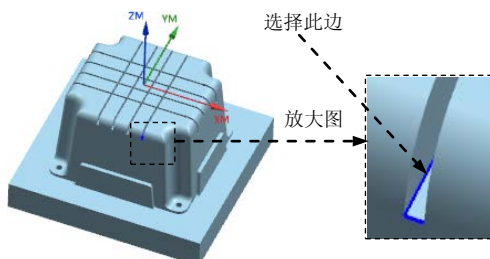

图 20.39 定义参照边
(2) 在**刀具位置**下拉列表中选择**相切**选项,在图形区选择图 20.39 所示的边线。